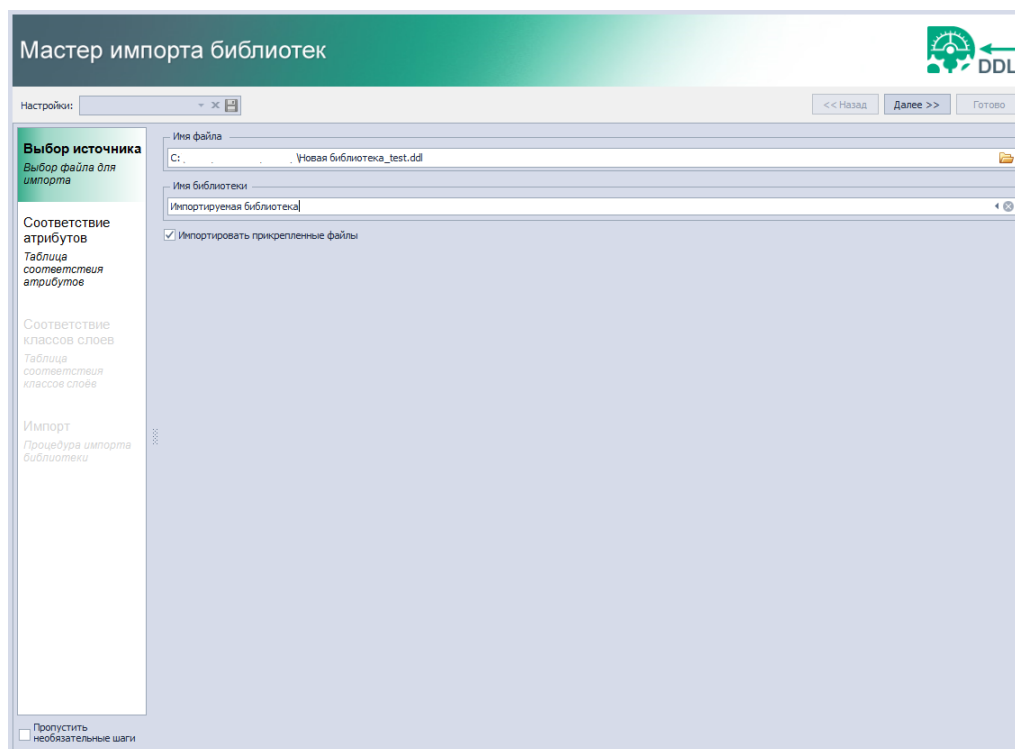

Рис. 19 Имя импортируемой библиотеки
3. В поле «Имя библиотеки» введите имя под которым импортируемая библиотека будет отображаться в системе, см. Рис. 19. Имя библиотеки должно быть **уникальным**. Если введенное имя будет совпадать с одним из существующих имен, то поле будет отмечено символом .